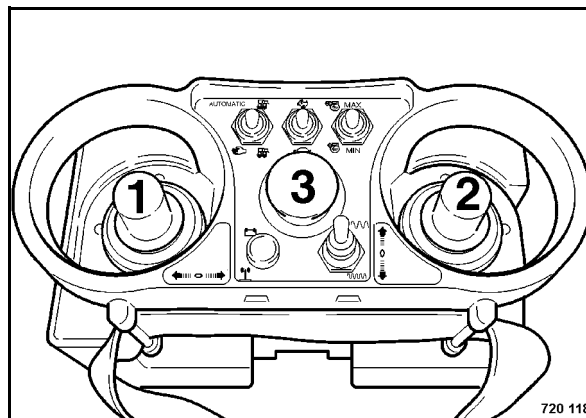

Рис. 41
- При выключенной машине задействовать один рычаг управления 1 или 2 (Рис. 41) и удерживать его.